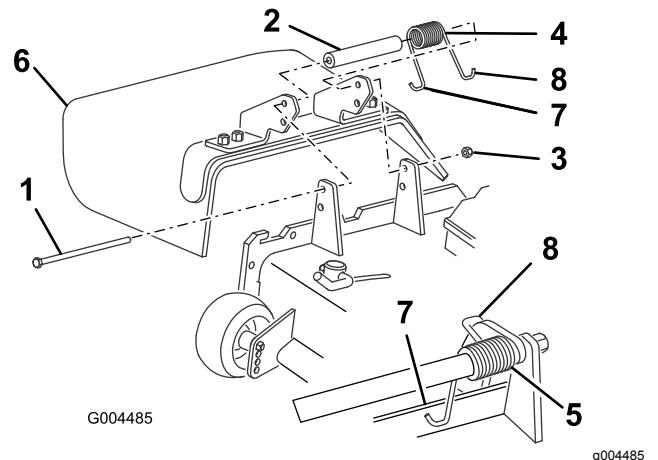

Bild 100
- Legen Sie das Distanzstück und die Feder zwischen die Halterungen des Ersatzablenkbleches (Bild 100).
Hinweis: Stellen Sie sicher, dass sich das linke J-Hakenende der Feder hinter der Mähwerkskante befindet, bevor Sie die Schraube einsetzen, wie in Bild 100 abgebildet.
Hinweis: Führen Sie das J-förmige Hakenende der Feder um das Ablenkblech (Bild 100).
- Entfernen Sie die Sicherungsmutter, Schraube, Feder und das Distanzstück, mit denen das Ablenkblech an den Drehhalterungen befestigt ist (Bild 100).